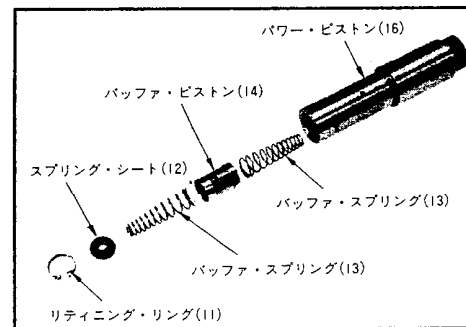

図 4-15. バッファ・システムの組立
9. パワー・ピストン・アッセンブリを抜き出します（図 4-15. 参照）
6. バッファ・システム部品をパワー・ピストン内に組込みます。バッファ・ピストンの穴の位置を間違えない様に組込みます。図 4-15 に示す様に組込んだ場合のみ適切な作動をします。バッファ・スプリングは上下の組替えは出来ませんが、ガバナ間での取替えは出来ません。ガバナの仕様が異なると異なったスケールのバッファ・スプリングが必要とされます。